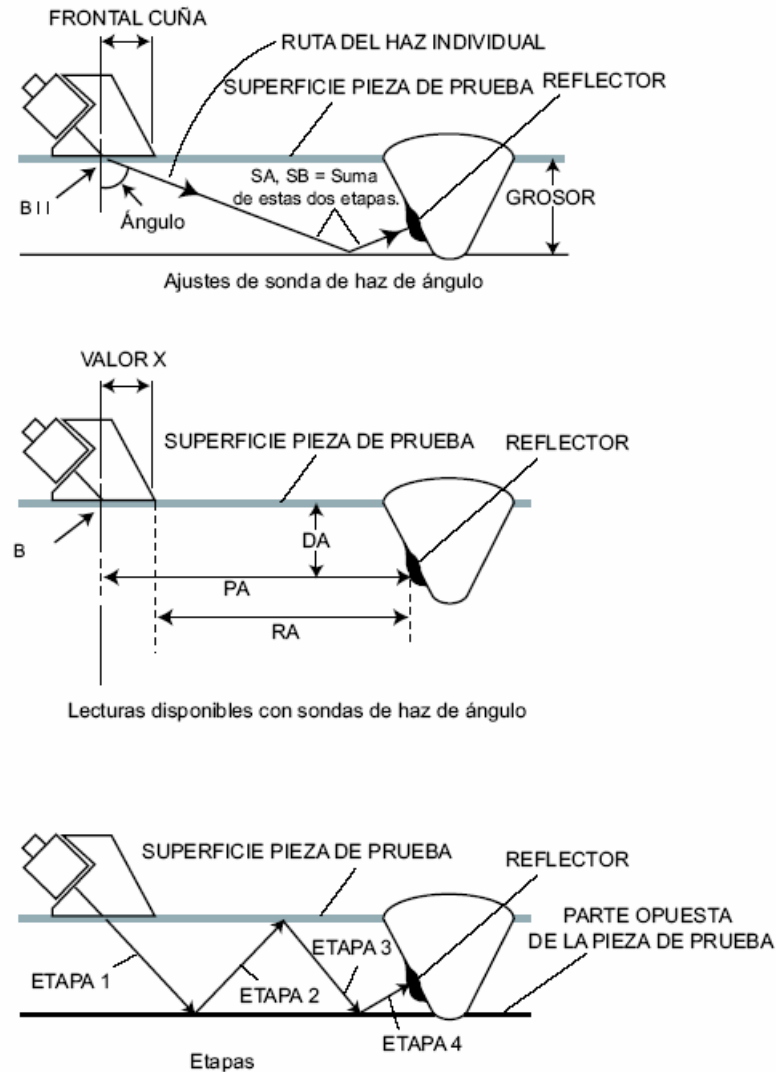

Figura 3-3: Diferentes valores medidos que hay disponibles cuando se usa zapata
- **PA** – Distancia de proyección desde el punto indicado del sensor (PIP) hasta el reflector representado por el eco en la compuerta A (ver Figura 3-3)
- **DA** – Profundidad del espesor del material desde la superficie de la pieza de prueba (sensor – zona de contacto) al reflector representado por el eco en la compuerta A (ver Figura 3-3)
- **PB** - Distancia de proyección desde el punto indicado del sensor (PIP) hasta el reflector representado por el eco en la compuerta B (ver Figura 3-3)
- **DB** - Profundidad del espesor del material desde la superficie de la pieza de prueba (sensor – zona de contacto) al reflector representado por el eco en la compuerta B (ver Figura 3-3)